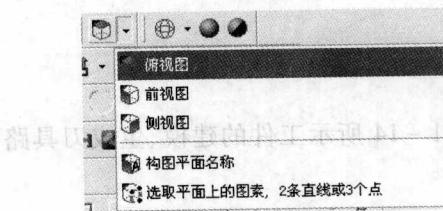

图 1-15 选择构图平面
- (1) 双击计算机桌面上“Mastercam X”快捷方式图标，进入其工作界面。
- (2) 单击下拉菜单[M 机床类型]/[M 铣床]/[S 选取]，进入铣床加工模块。
- (3) 单击工具条“”右侧小箭头，出现如图 1-15 所示对话框，选择“俯视图”作为构图面；单击图 1-16 所示工具条中的俯视图视角图标“”，选择俯视图作为视角平面。